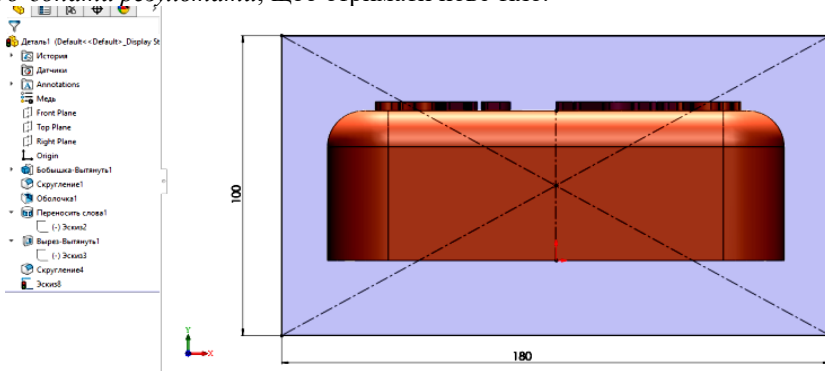
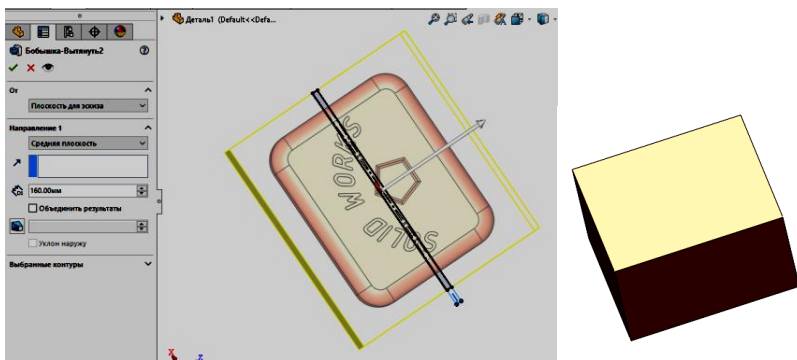

Рис.6. Побудова ескізу паралелепіеду
Рис.7. Операція *Витягнута бобишка*
Побудувати пуансон і матрицю для формування кришки за довільними розмірами, представленої на Рис.7.
2. Будуємо ескіз другого тіла (паралелепіеду) (Рис.6) та виконуємо операцію *Витягнута бобишка* (Рис.7). Обов'язково треба зняти прапорець *Об'єднати результати*, щоб отримати нове тіло.